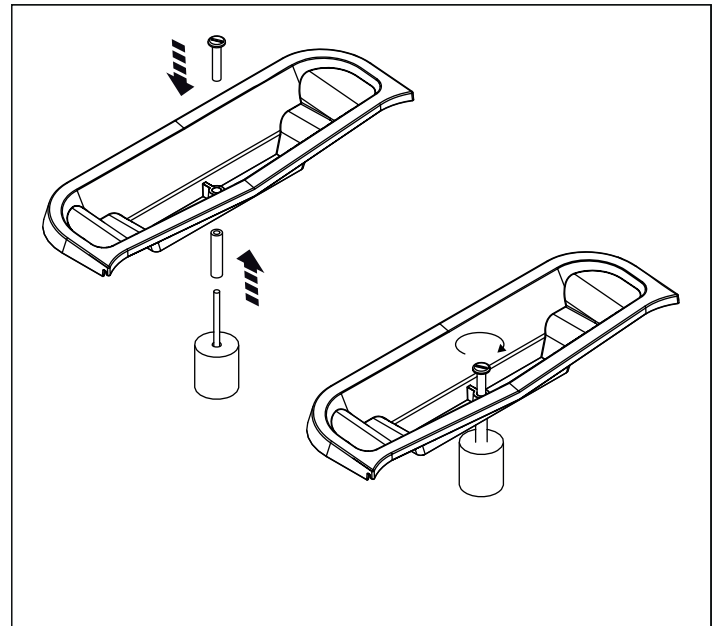

Рис. 13: Прикрепление поплавка
11. Прикрепите поплавок к крышке, плотно закрутив верхний винт. Не забудьте установить шайбу на нижней стороне (см. рис. 13)